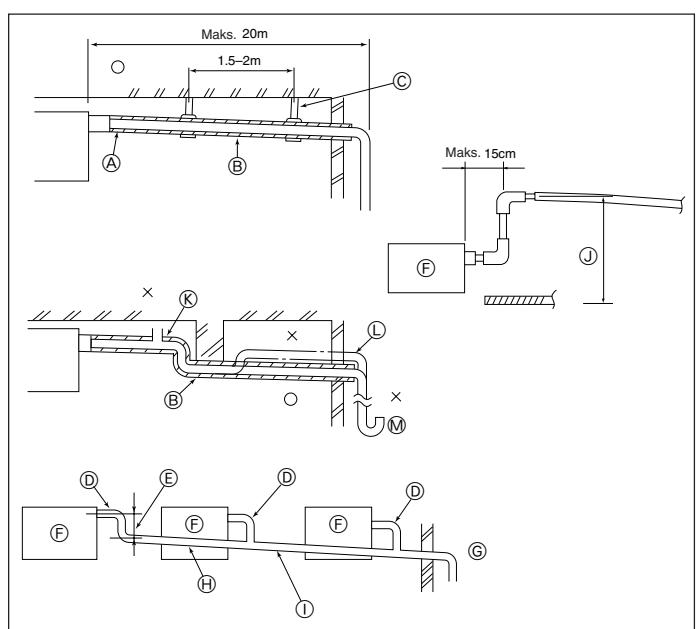

Fig. 3-4
- ① Birlikte verilen büyük boy boru kılıfını, kılıfın ucunun ünitenin yanına dayanmasına dikkat ederek gaz borusunun etrafına sarın.
- ② Birlikte verilen küçük boy boru kılıfını, kılıfın ucunun ünitenin yanına dayanmasına dikkat ederek sıvı borusunun etrafına sarın.
- ③ Her boru kılıfının her iki ucunu birlikte verilen bantlarla tespit edin. (Bantları boru kılıfının uçlarından 20 mm mesafede yapıştırın.)
3.4. Drenaj Tesisatı İşleri (Fig. 3-4)
- ① Doğru boru tesisatı
- ② Yanlış boru tesisatı
- ③ Izolasyon (9 mm veya daha fazla)
- ④ Aşağıya doğru meyil (1/100 veya daha fazla)
- ⑤ Metal destek
- ⑥ Hava boşaltma musluğu